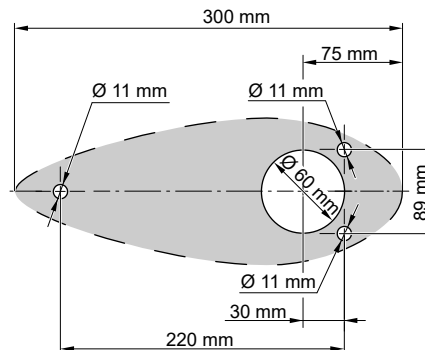

Fig. 48: Dimensioni
1. Realizzare quattro fori per il montaggio del pod nello scafo della barca, **vedi "Fig. 48: Dimensioni"**. Se necessario, utilizzare il blocco di compensazione montato come dima di foratura.
2. Inserire il blocco di compensazione (4) sulla flangia di montaggio (5).